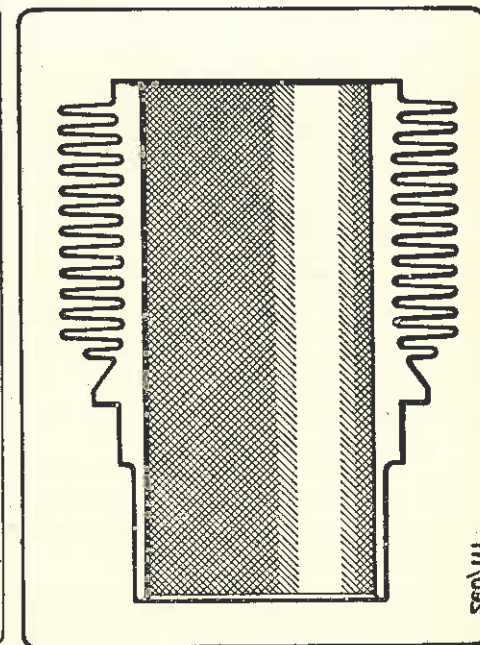

Fig. 22
- 3) Ripetere l'operazione facendo però ruotare la mano in senso contrario (cioè sinistrorso), in modo che ne risulti una superficie a righe incrociate; così come si vede nella Fig. 22.